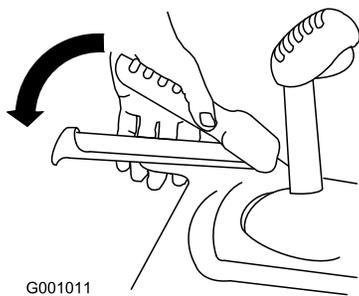

Figura 20
1. Per innestare la trazione, premete la leva sinistra (della trazione) contro l'impugnatura (Figura 20).